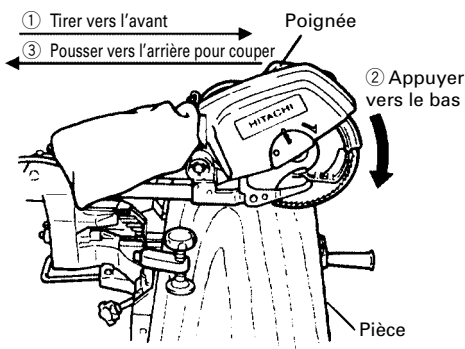

Fig. 22
- (1) Pièces d'une hauteur allant jusqu'à 65 mm (2-9/16") et d'une largeur allant jusqu'à 305 mm (12") : Desserrer le bouton de fixation de glissière et incliner la lame vers l'avant. Puis, appuyer sur la poignée et ramener la lame vers l'arrière pour couper la pièce comme indiqué à la Fig. 22. Cela facilitera la coupe des pièces d'une hauteur allant jusqu'à 65 mm (2-9/16") et d'une largeur allant jusqu'à 305 mm (12").
- (2) Pièces d'une hauteur allant jusqu'à 75 mm (2-15/16") et d'une largeur allant jusqu'à 280 mm (11") : Les pièces d'une hauteur allant jusqu'à 75 mm (2-15/16") et d'une largeur allant jusqu'à 280 mm (11") se coupent de la même façon que décrit au paragraphe 6 - (1) ci-dessus.
⚠ AVERTISSEMENT: * Lors d'une coupe avec chariot, procéder comme indiqué à la Fig. 22. Une coupe avec chariot vers l'avant (vers l'opérateur) serait très dangereuse car la lame pourrait effectuer un retour vers le haut. En conséquence, toujours déplacer la poignée loin de l'opérateur.